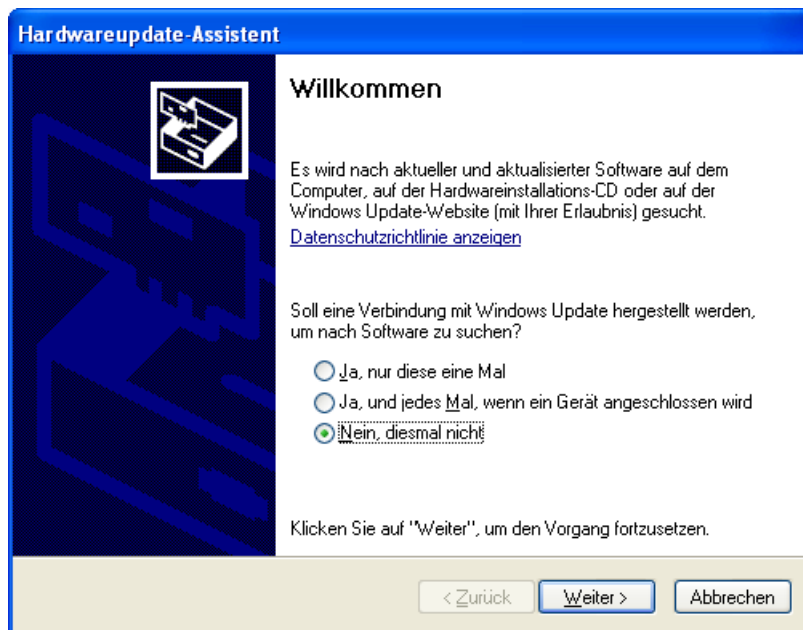

Abb. 115: Startfenster des Hardwareupdate-Assistenten.
- Klicken Sie auf die Schaltfläche **Aktualisieren...** Dadurch wird der Hardwareupdate-Assistent aufgerufen (Abb. 115).